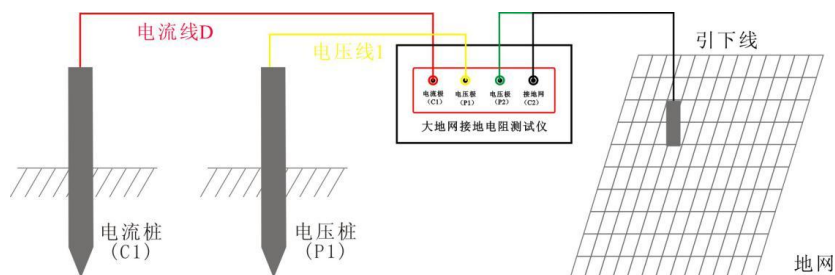

图3 三极法测量接线图
(1) 首先检查用于试验的电流线、电压线和地网线是否有断路现象（可以用万用表测量），地桩上的铁锈是否清除干净，其埋进深度是否合适（>0.5 米），同时检查测试线与地桩的连接是否导通，如未导通，请处理后重新连接。
(2) 电流测试线与电压测试线的长度比为 1: 0.618，电流测试线的长度应是地网对角线的 3~5 倍。
(3) 电流测试线和电压测试线按规定的长度将一端与仪器相接后平行放出。另一端分别接在两个地桩上（如图 3 所示）。
(4) 将已放好的测试线检查一遍，将万用表一端接电流线或电压线，另一端接地网线如无阻值显示即为断路，确认完好再进行测试。
(5) 检查连线无误后，给仪器接上 AC 220V/50Hz 电源，对仪器进行通电。
(6) 按测量键，开始测量。
(7) 仪器显示测试结束后，记录测试数据（本仪器可多次重复测量）。
(8) 关掉仪器电源后，拆除连线，测试过程结束。